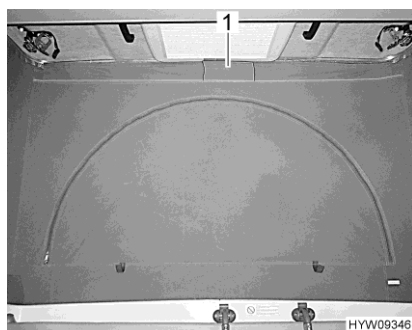

Fig. 59 Aération (fermée)
- Détacher la bande velcro du pan d'étoffe (Fig. 59,1) sous le toit relevable. Un grillage de protection contre les insectes est installé derrière le pan d'étoffe.